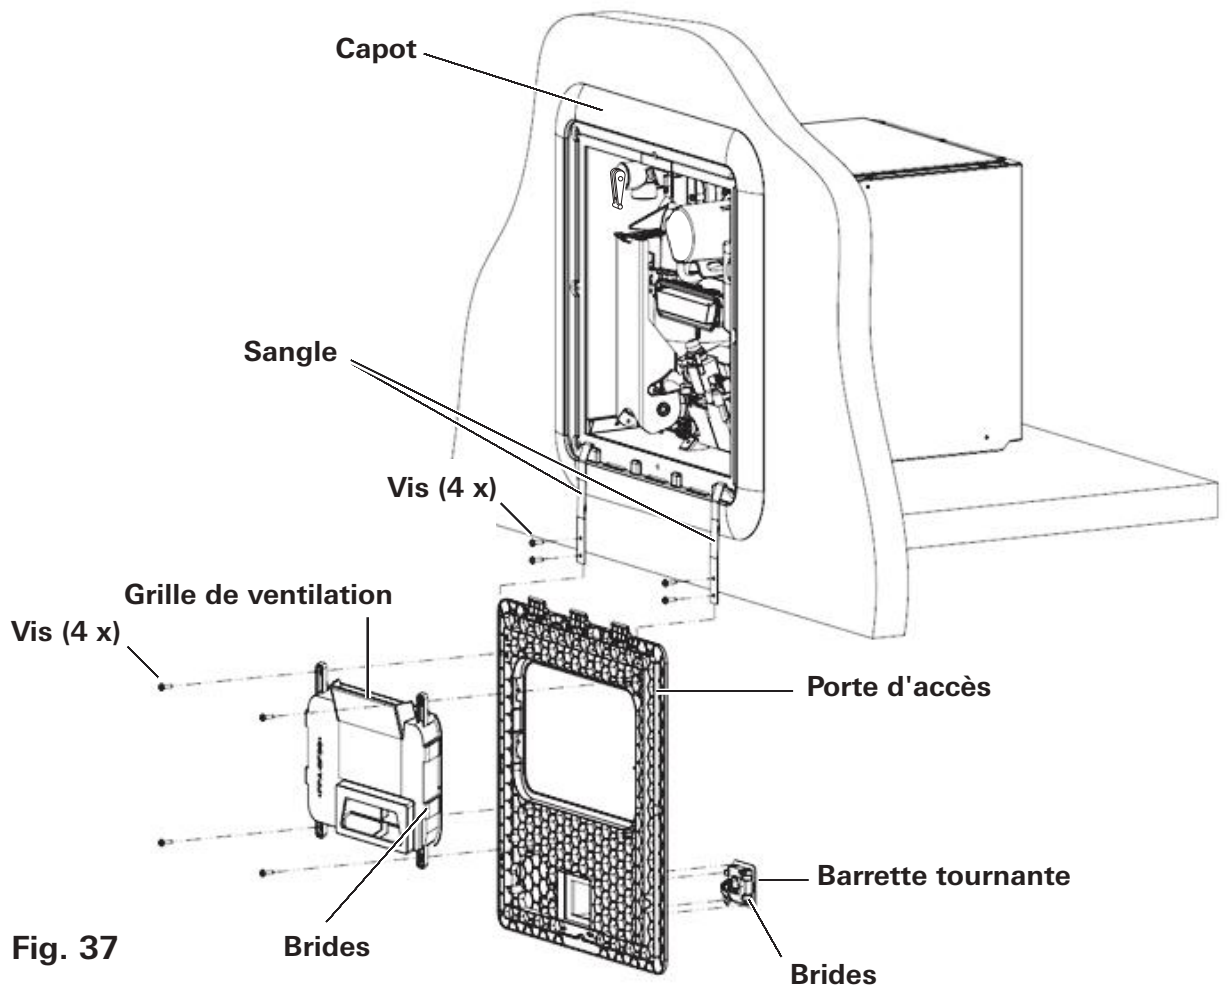

Fig. 37
Les pièces suivantes (voir la Fig. 37) ne doivent pas être peintes :
- Après avoir enlevé les vis, appuyez sur les quatre (4) brides sur le côté de la grille de ventilation, et enlevez-la, comme indiqué dans la Fig. 37.
Pour enlever la barrette tournante, appuyez sur les quatre (4) brides, et enlevez-la, comme indiqué dans la Fig. 37.